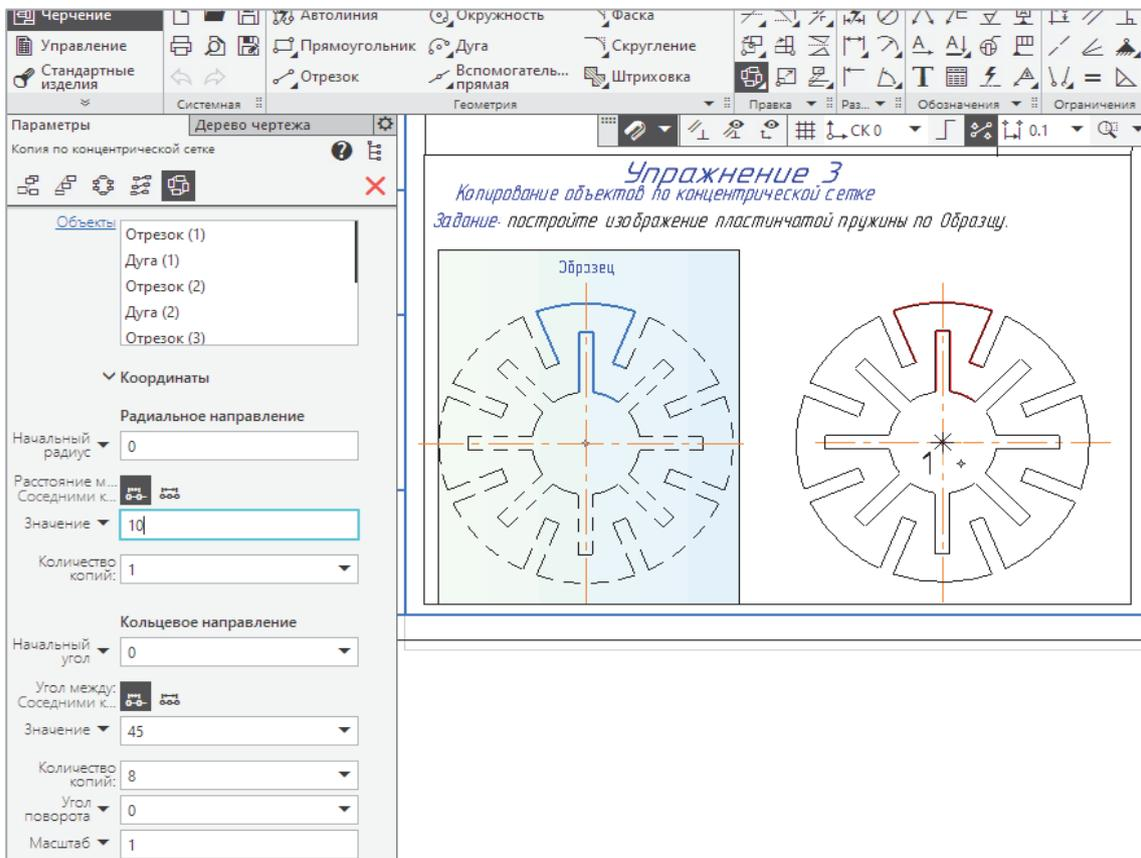

Рис. 2.3-2
5. Настроить параметры на **Панели параметров**, как показано на рис. 2.3-2. Основные параметры должны иметь следующие значения: